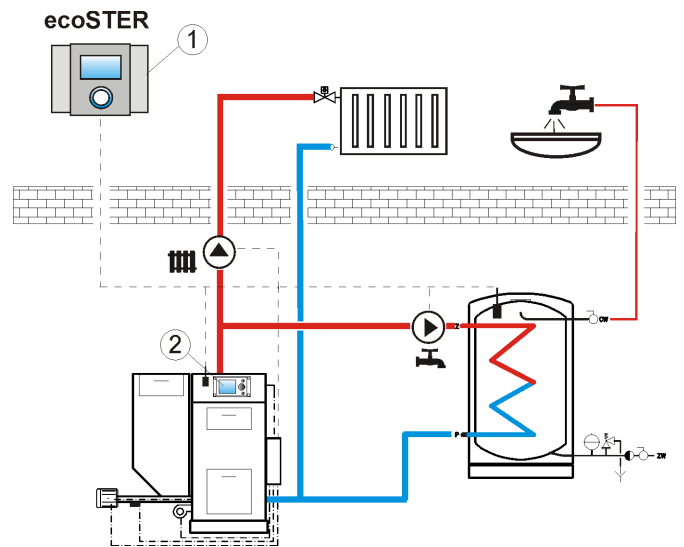

Рис. 7.41 Схема взаимодействия есоSTER200 и есоМАХ800, где: 1 – есоSTER200, 2 – регулятор котла есоМАХ800.
Для вывода главного экрана регулятора котла есоМАХ (2) Рис. 7.4 необходимо во время отображения главного экрана термостата несколько раз повернуть регулятор вправо. Короткое нажатие кнопки вызовет отображение меню регулятора котла. Это меню аналогично меню в регуляторе котла есоМАХ, поэтому необходимо следовать инструкциям регулятора котла.